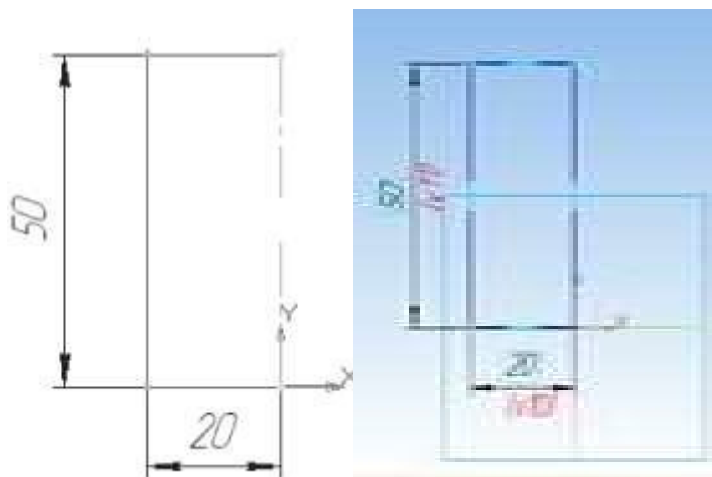

Рисунок 15.1 – Эскиз прямоугольника
6. С помощью непрерывного ввода отрезков и ортогонального черчения постройте эскиз прямоугольника длина 20 мм, высота 50 мм (рисунок 15.1).